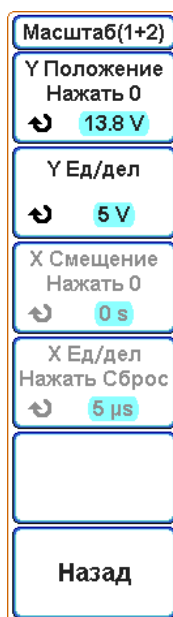

Рисунок 6.12 – Экранное меню «Масштаб (1+2)»
– нажать экранную кнопку «Масштаб», если необходимо выбрать масштаб результата математической операции по вертикали или горизонтали. При этом откроется подменю «Масштаб» (рисунок 6.12);
- Нажать экранную кнопку «Масштаб» в меню «Математика», чтобы перейти в подменю «Масштаб» (рисунок 6.12);